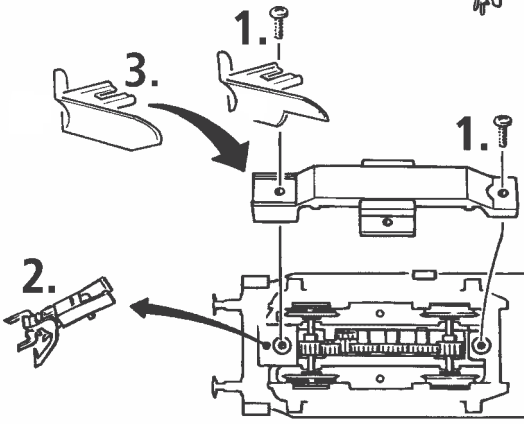

Fig. 3
4. Haftreifenwechsel: Zuerst den Getriebedeckel abnehmen (Fig. 3). Danach den **Radsatz** herausnehmen und die **Haftreifen** mit einer Nadel od. mit einem feinen Schraubendreher abziehen (Fig. 8). Beim Aufziehen der neuen Haftreifen darauf achten, dass diese sich nicht verdrehen.
4. Change of traction tyre: Remove the gear cover (fig. 3). Take out **wheel set** and remove **traction tyre** using a pin or a fine screwdriver (fig. 8). When pressing on the new traction tyre please **avoid twisting it**.
3. Échange des bandages d'adhérence: Démontez d'abord le **couvre-carter des engrenages** des engrenages (fig. 3). Délogez ensuite les essieux bandagés et enlevez, à l'aide d'une aiguille ou d'un tournevis fin, les bandages d'adhérence (fig. 8). Lors du montage des nouveaux bandages veuillez veiller à ce que les bandages **ne soient pas tor-dues**.